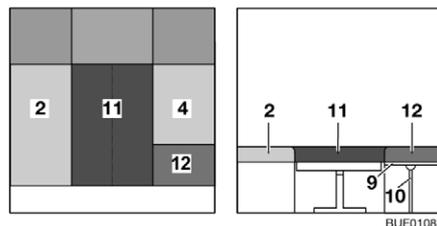

Bild 99 Nach dem Umbau
- Das Zusatzpolster (Bild 99,11) zwischen die Sitzpolster (Bild 99,2 und 4) legen.
- Das Zusatzpolster (Bild 99,12) auf die Bettkasten-Verlängerung (Bild 99,9) legen.